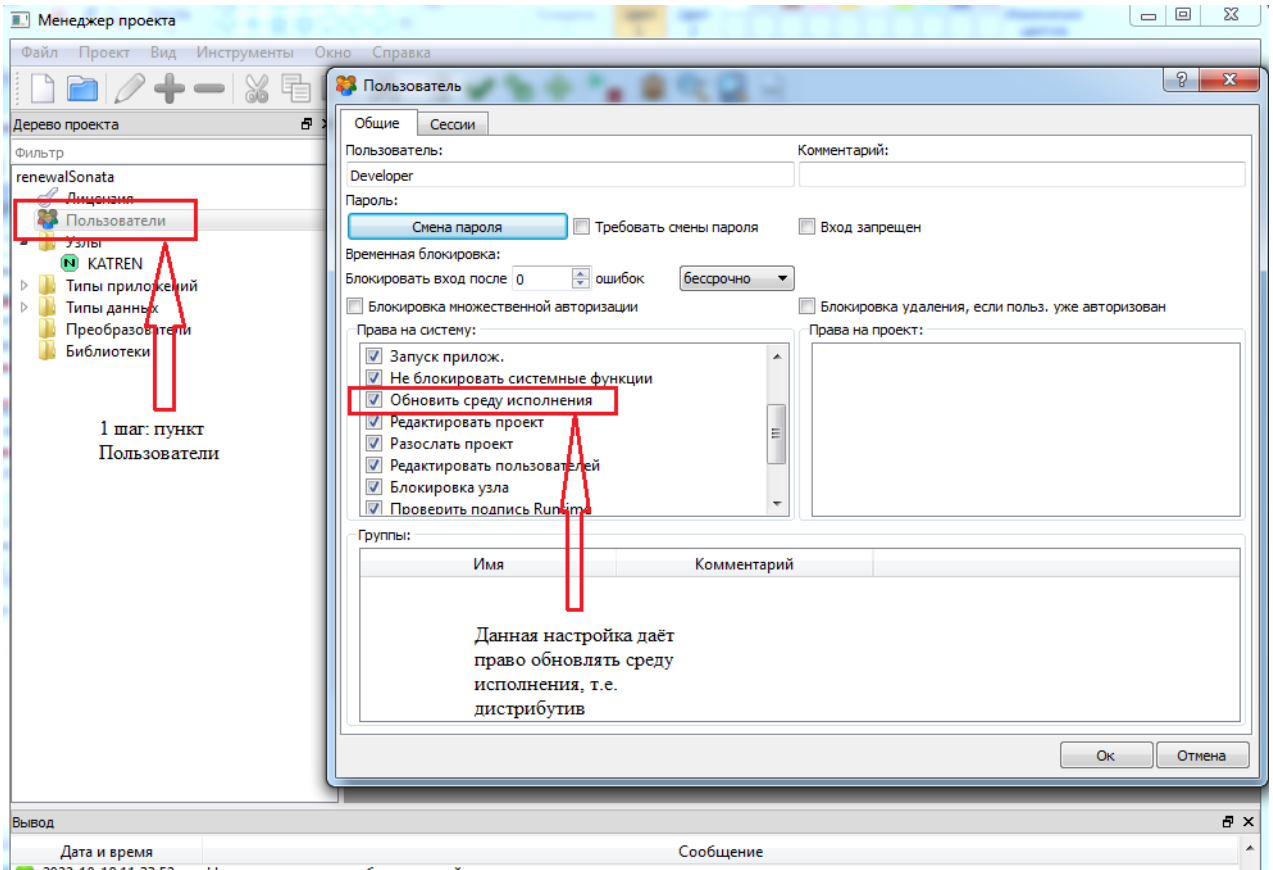

Рисунок 3.5 - Настройка пользователя для обновления дистрибутива SCADA системы "Соната"
3. При создании нового проекта так же создаётся пользователь с именем Developer и полными правами. Соответственно у данного пользователя есть право на обновление дистрибутива по сети (см. рис. 3.5).